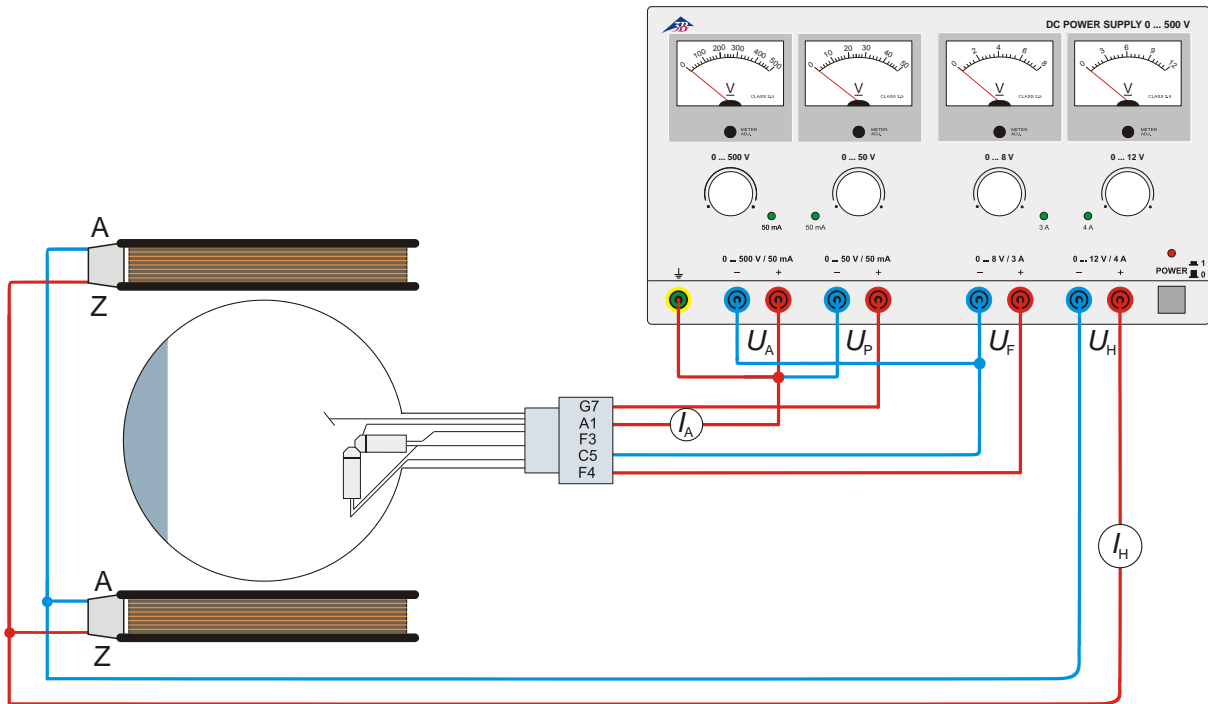

Fig. 4 Determinación de e/m por medio del cañón de electrones transversal
- Realice el cableado del tubo de acuerdo con la Fig. 4.